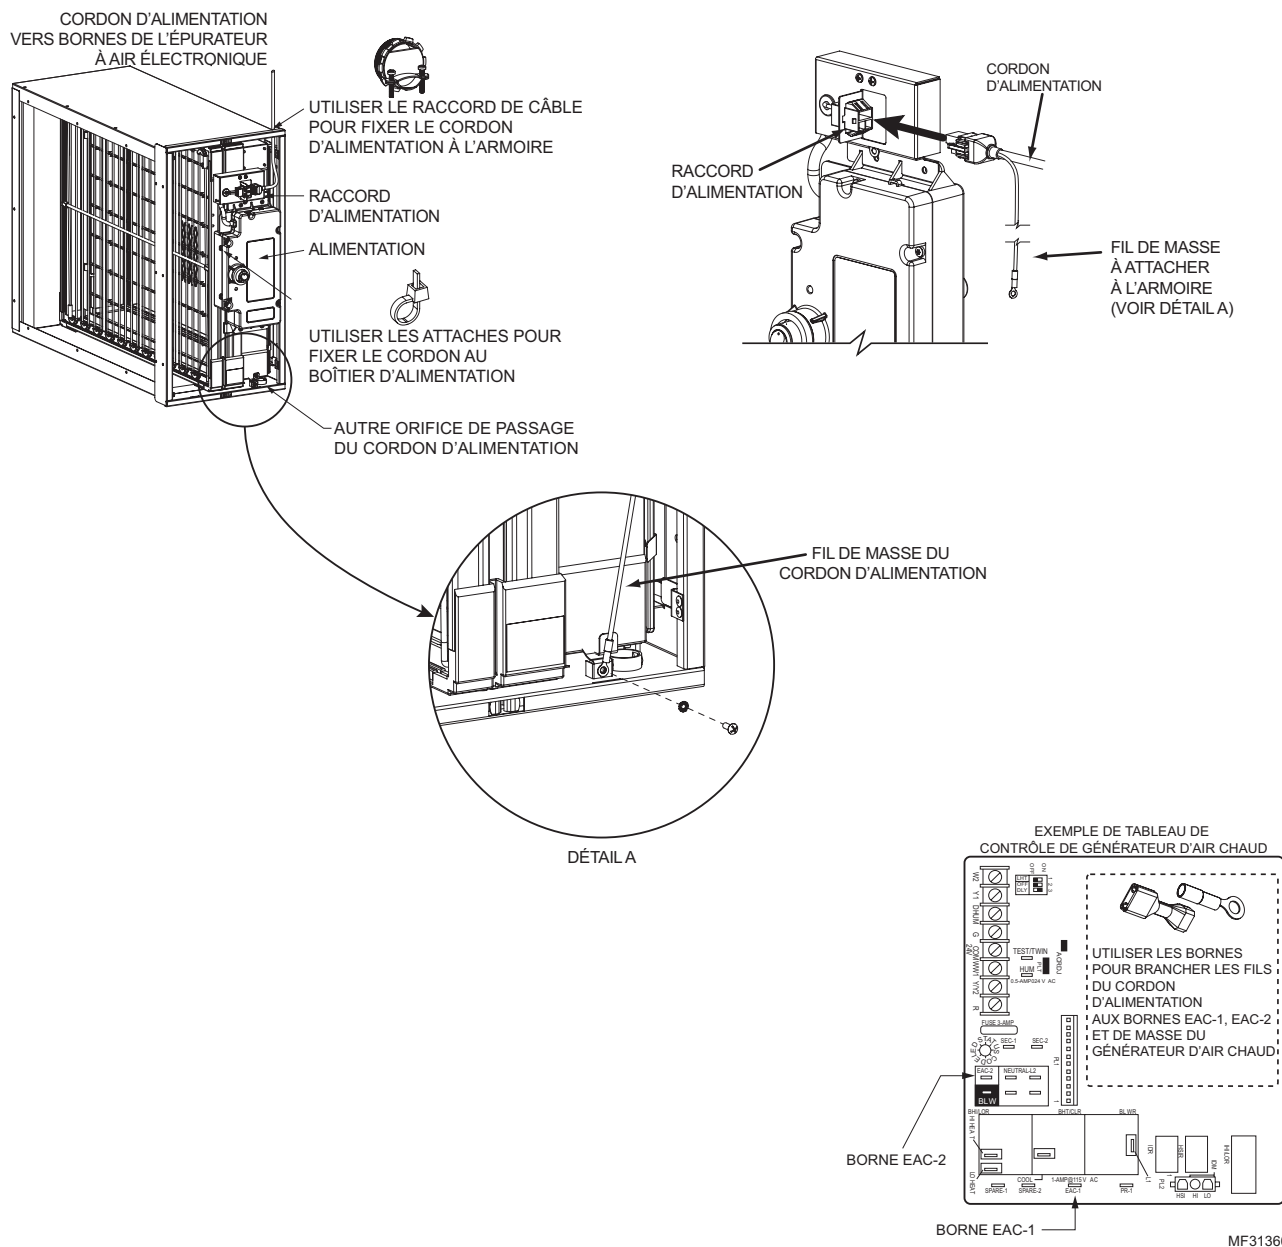

Fig. 15. Connexions électriques.
- Brancher le cordon d'alimentation au raccord d'alimentation (voir Fig. 15).
- Attacher le fil de masse du cordon d'alimentation à la borne de masse de l'armoire en utilisant la vis fournie dans la borne de masse (voir la Fig. 15).
**Modèles FH8000F :** Débrancher le cordon d'alimentation du module d'amélioration (voir Fig. 15 page 17).
**Modèles FH8000F** : Rebrancher le cordon d'alimentation (voir Fig. 15 page 17).